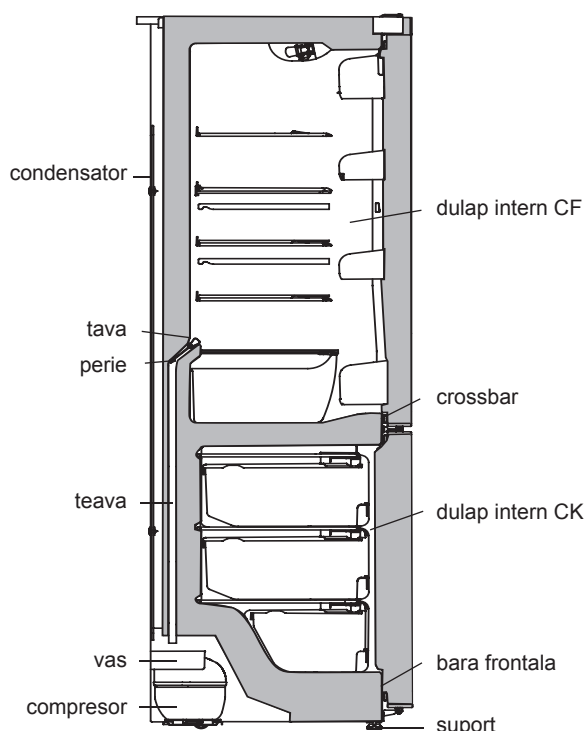

Figura 5 – Schema eliminării apei topite din CF
3.4.1 În CF se utilizează sistemul automat de decongelare. Chucura, care apare pe pereții din spate a CF, se topește în ciclul de dezghețare la deconectarea compresorului și se transformă în picături de apă. Picăturile de apă topită se scurg în vas și prin gaură în tavă patrund în țevă navei pe compresor, în conformitate cu figura 5 unde și se evaporă. În gaura tavei este instalată o perie pentru a preveni înfundarea sistemului de evaporare.
Prezența apei în tavă indică la blocarea posibilă a scurgerii apei. Pentru a elimina contaminarea trebuie a curăța cu peria gaura în tavă, astfel că apa să se scurgă fără obstacole un vas, se spală peria și se instalează în conformitate cu figura 5.
SE INTERZICE exploatarea frigiderului cu sistemul de scurgere înfundat. Apa apărută în partea de jos a camerei frigiderului sau în locul atasamentului plăcii la dulapul interior al CF în conformitate cu figura 5, poate provoca coroziunea camerei exterioare și a elementelor agregatului frigiderului, a distruge izolarea termică, poate cauza formarea de fisuri a camerei interioare și deteriorarea completă a camerei frigiderului.
ATENȚIE! Nu permiteți scurgerea apei topite din CK la dezghețare și curățenie, deoarece apa, patrundând la în locul atasamentului plăcii la dulapul interior al CK în conformitate cu figura 5, 6 poate provoca coroziunea camerei exterioare și a elementelor agregatului frigiderului, a distruge izolarea termică, poate cauza formarea de fisuri a camerei interioare și deteriorarea completă a camerei frigiderului.